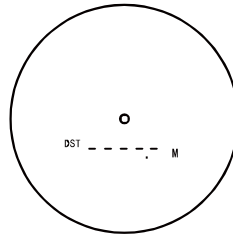

Abbildung 1
- Drücken Sie die EIN/AUS/MESSEN-Taste, um das Gerät ein- oder auszuschalten. Der Entfernungsmesser wechselt standardmäßig in den Entfernungsmessmodus (Abb. 1).
- Presione el botón **ENCENDER/MEDIR** para encender o apagar el dispositivo. El telémetro entra en el modo de medición de distancias de forma predeterminada (Fig. 1).